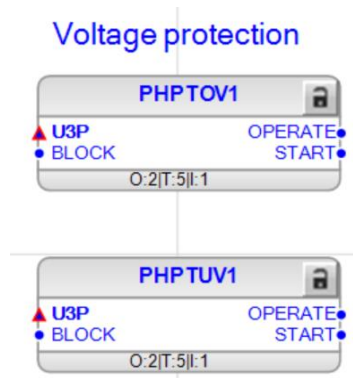

Imagen 255_Bloques para la función de protección de sobre y bajo voltaje.
4.1.30 Ahora procederemos añadir los siguientes bloques con las rutas “*Object Types - Protection - PHPTOV1*” y “*Object Types - Protection - PHPTUV1*” los cuales son las funciones de protección contra sobre y bajo voltaje que se muestra en la **Imagen 255**.